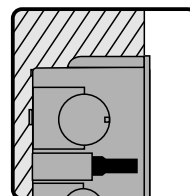

Figura 1:
Com os encaixes para conduites definidos e destacados, fixe o Quadro de Distribuição (1) na parede de alvenaria. Leve em consideração o acabamento que o projeto terá para que não comprometa a fixação da Moldura (4). Figura 1.